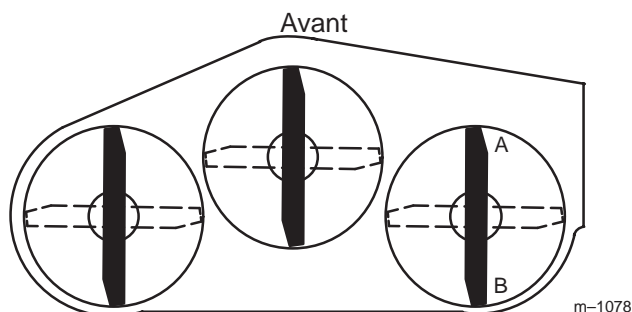
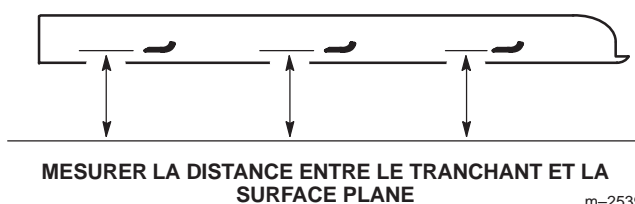

Figure 69
Figure 70
1. Tournez la lame **droite** à 180° (Fig. 69).
2. Mesurez la distance au point **A** (Fig. 69) entre la surface plane et le tranchant de la pointe de la lame droite (Fig. 70).
4. Mesurez la distance au point **B** (Fig. 69) entre la surface plane et le tranchant de la pointe de la lame droite (Fig. 70).
6. La lame doit être **plus basse de 6 à 10 mm au point A qu'au point B** (Fig. 69). Si ce n'est pas le cas, passez aux étapes suivantes.